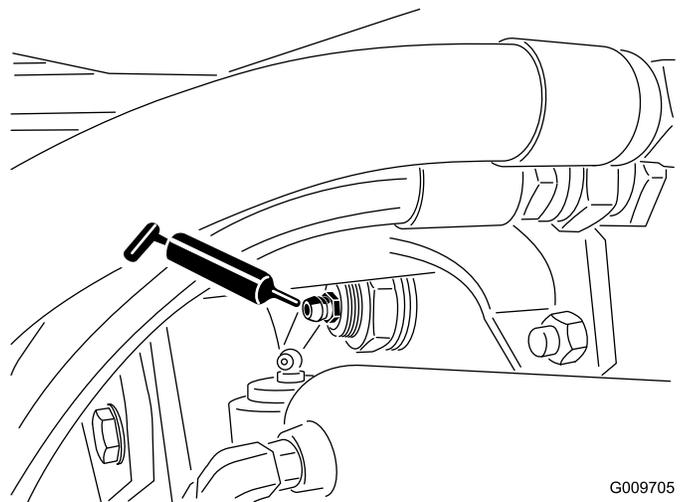

Figure 36
- Bagues de pivot d'essieu arrière (2), comme montré à la Figure 36.